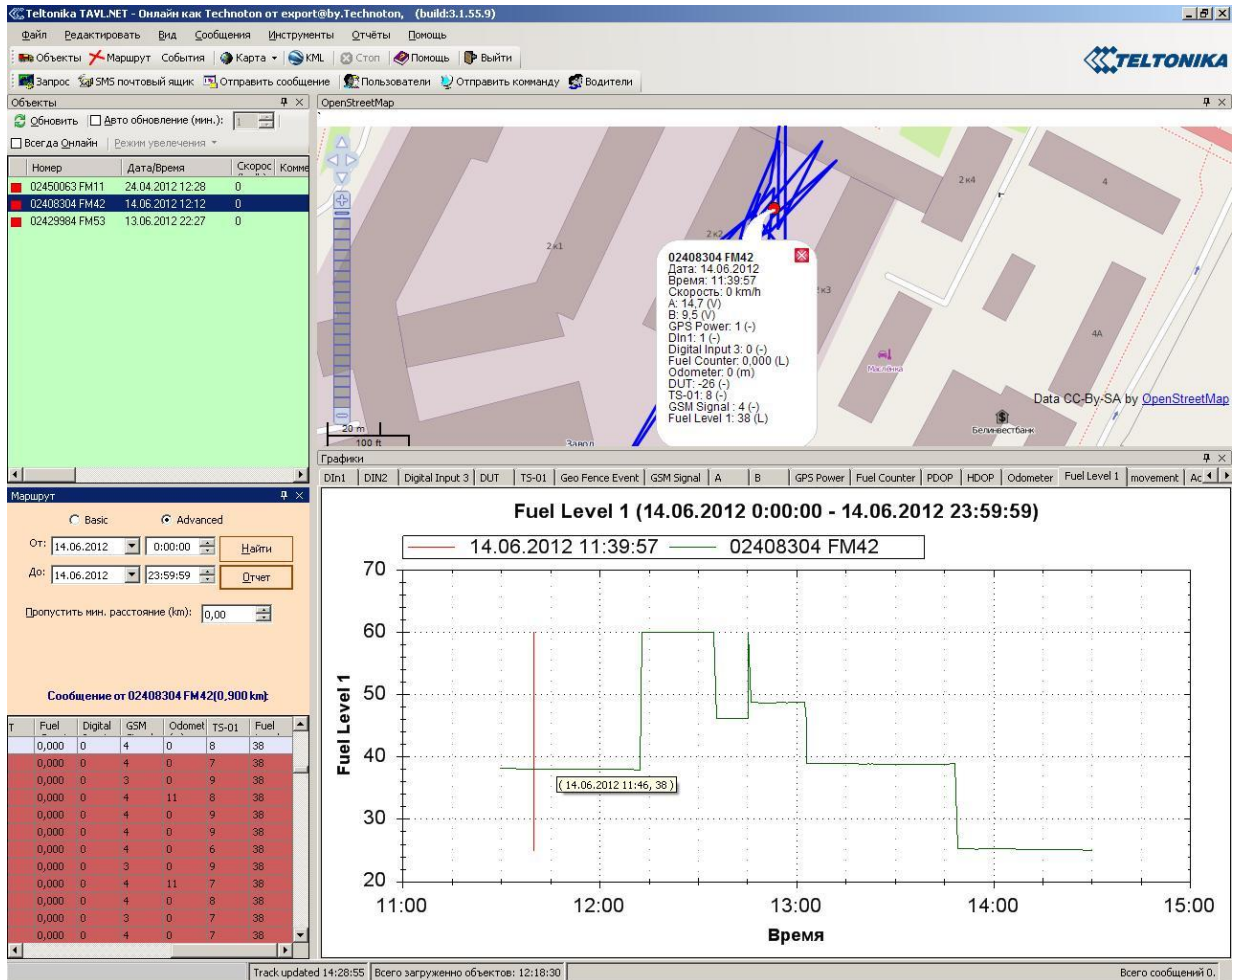

Рисунок 6
3.4. Для проверки правильности введенных данных и корректной работы визуально в окне аналитического ПО TAVL.NET проверить корректность данных (Рис. 6).